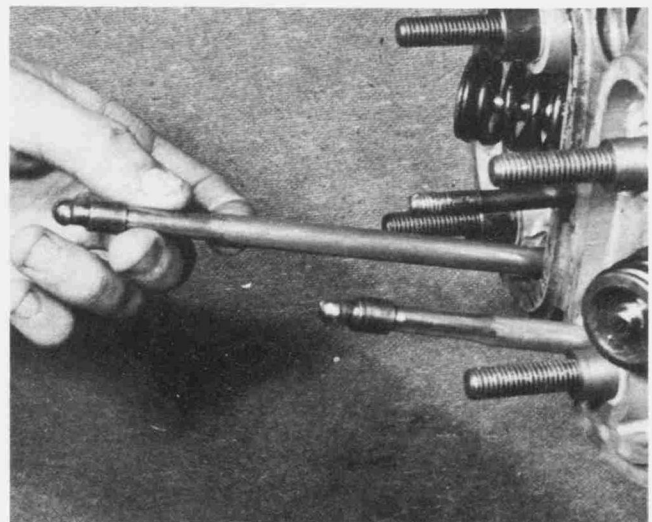

Bild 99
- Die Stößelstangen mit Öl netzen und in ihre richtige Einbaulage einführen (Bild 99).